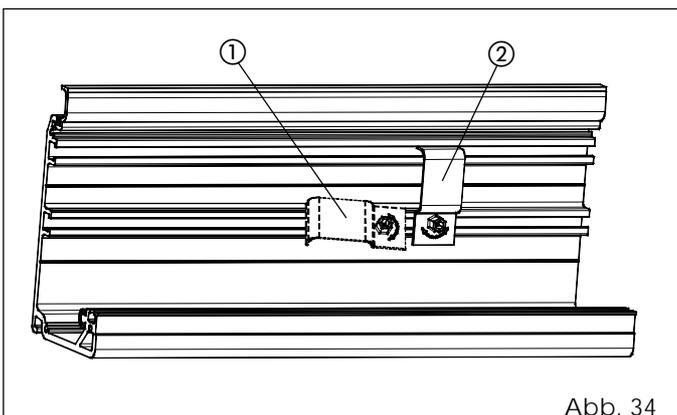

Abb. 34
Die mitgelieferten Kabelführungen parallel zum Profil montieren (Abb. 34 - Bez. ①), dann um 90° drehen, um die Sperre zu bewirken (Abb. 34 - Bez. ②).